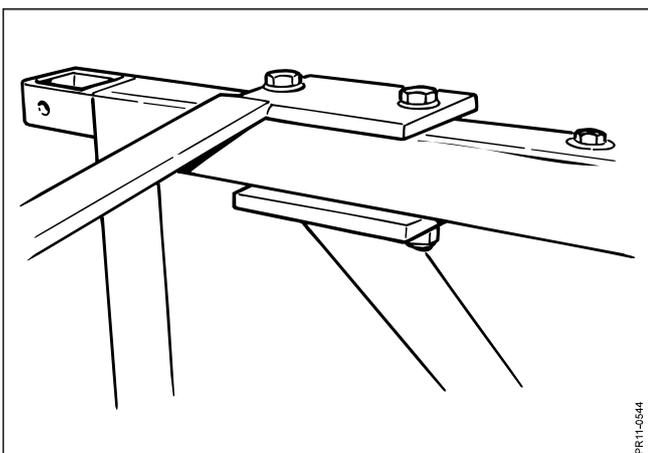

Fig. 1-11
- Fig. 1-11:** (Nur SB 2800) Die Abstützung und der Strohteilbügel werden an der Schneideinheit montiert.